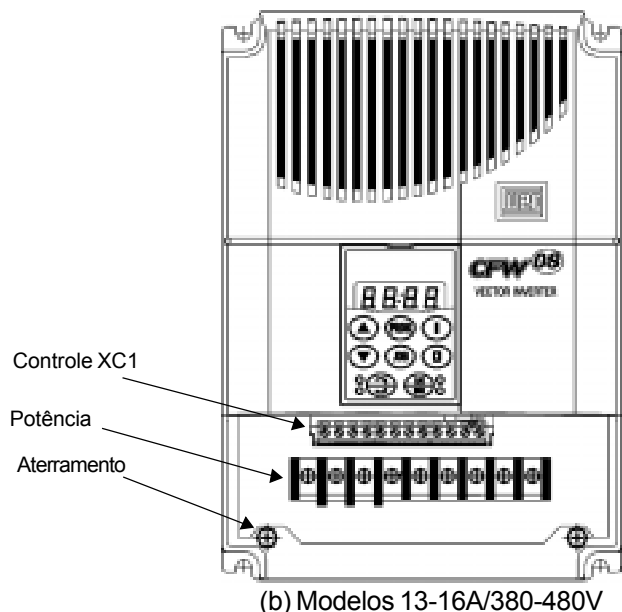

Figura 3.7 - Localização das conexões de potência, aterramento e controle
As conexões de sinal (entradas e saída analógicas) e controle (entradas digitais e saídas a relé) são feitas no conector XC1 do Cartão Eletrônico de Controle (ver posicionamento na figura 3.7, item 3.2.3). Existem duas configurações para o Cartão de Controle, a versão standard (linha CFW-08) e a versão Plus (linha CFW-08 Plus), ambas são apresentadas a seguir: